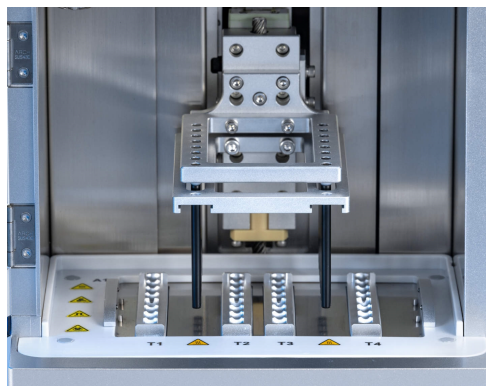

Abbildung 20. Position der Stababstütze und der Magneteisen für die Montage der Transportsicherungsschraube.
3. Bereiten Sie das Gerät für das Einsetzen der Transportsicherungsschraube vor, indem Sie den Stababstützenhalter und die Magneteisen manuell zur Mitte des Geräts und anschließend zum unteren Ende des Geräts verschieben. Die Endposition ist in Abbildung 20 dargestellt.